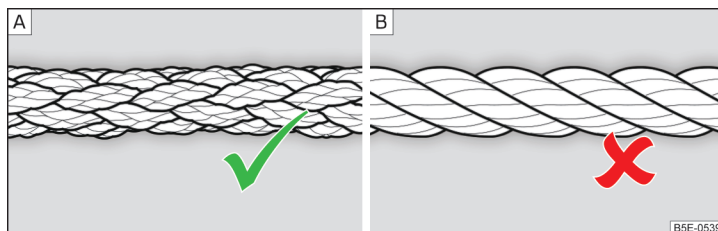

Fig. 187 Cable para remolcar trenzado / Cable para remolcar en espiral
Para remolcar debe utilizarse un cable para remolcar trenzado » fig. 187 - A.
- Para remolcar no debe utilizarse ningún cable de remolque en espiral » fig. 187 - B, la argolla de remolque puede desenroscarse en el vehículo. - ¡Existe peligro de accidente!